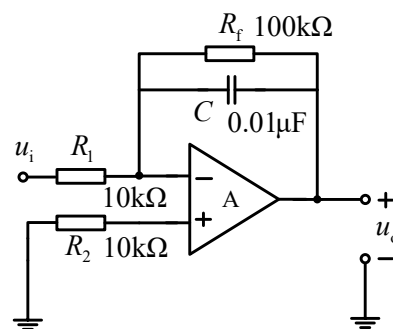

图 6-7 实际的积分电路
实验所用的积分电路如图 6-7 所示，在积分电容上并联一个电阻，目的是为了降低电路的低频电压增益，从而消除积分电路的饱和现象。
- ① 按照图 6-7 的电路推导出 u_o 的表达式。_____
- ② 按上面电路图要求选择电路元件，接好电路。
- ③ 调节函数信号发生器，使之输出频率为 1kHz，峰峰值为 2V 的方波（幅值为 $\pm 1V$ ），作为电路的输入电压 u_i 。
- ④ 检查后，接通 $\pm 15V$ 电源。
- ⑤ 记录输入电压和输出电压的波形（包括幅值、频率等参数）。